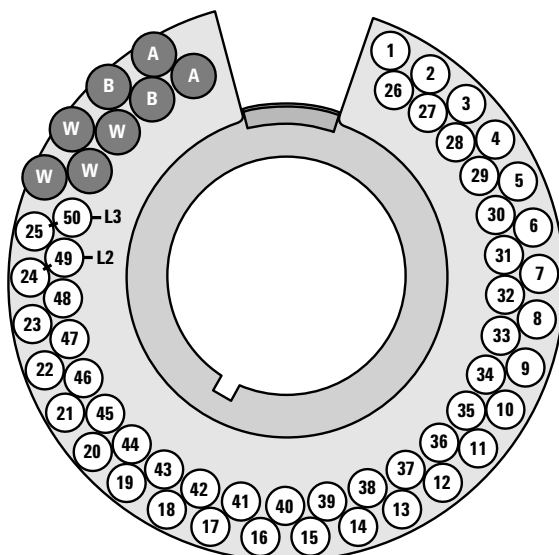

Figure 48 Position des flacons sur la tourelle
Lors du chargement des flacons pour des injections sandwich, reportez-vous à la Figure 48 et notez les points suivants :
- 3 Placez le flacon de solvant B (L3) dans la position **L3** de la tourelle. Reportez-vous à la section Figure 48 page 106 pour de plus amples informations concernant les positions de la tourelle.